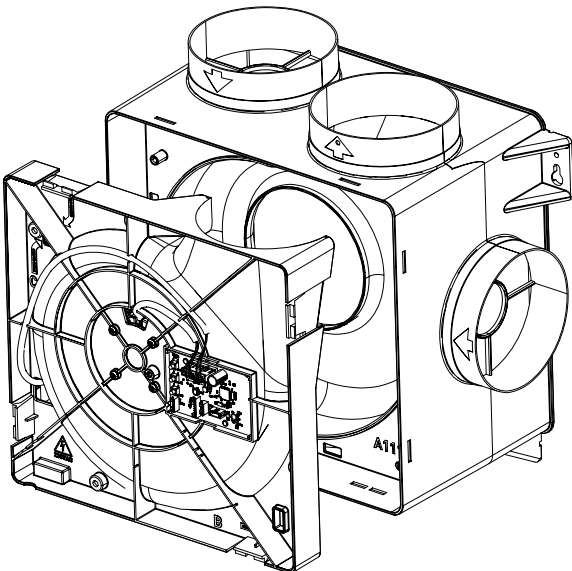

Figure 13 : retirer la plaque support moteur
3. Fixez le Capteur intégré CO₂ de l'extérieur dans la bouche de connexion souhaitée en encliquetant sur la nervure la plus proche de la plaque support moteur (Figure 13 : Encliquetage du Capteur intégré CO₂ dans la bouche de connexion). Pour cela, effectuez un mouvement de basculement en clipsant d'abord la pince inférieure puis la pince supérieure.